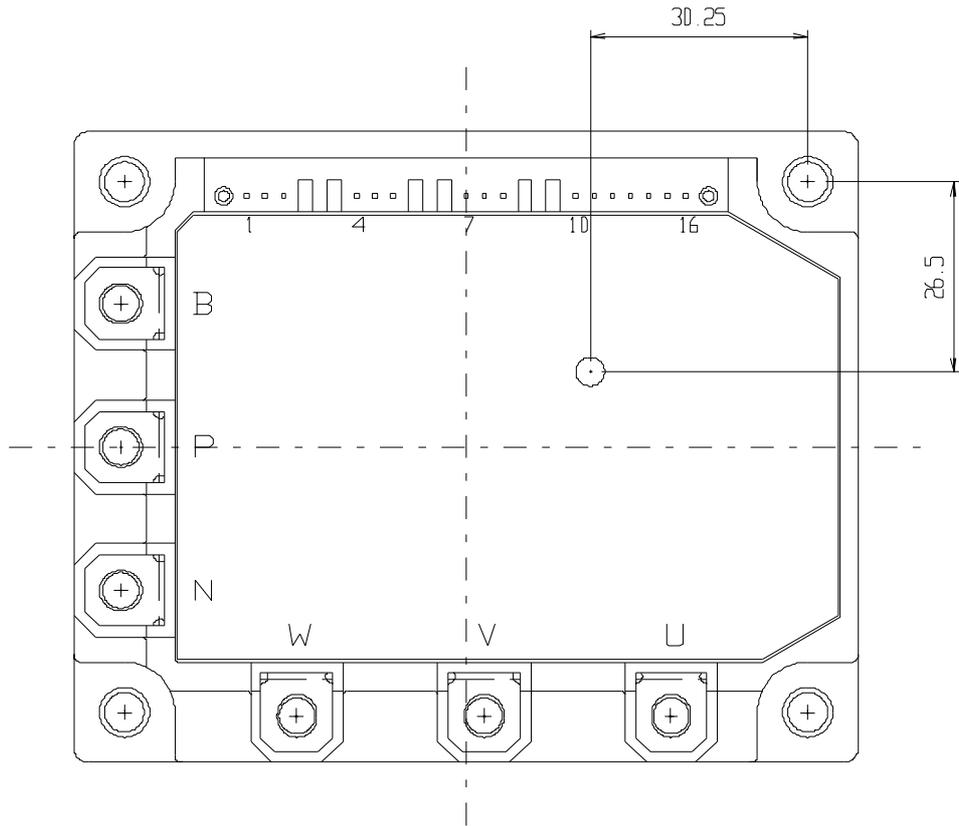
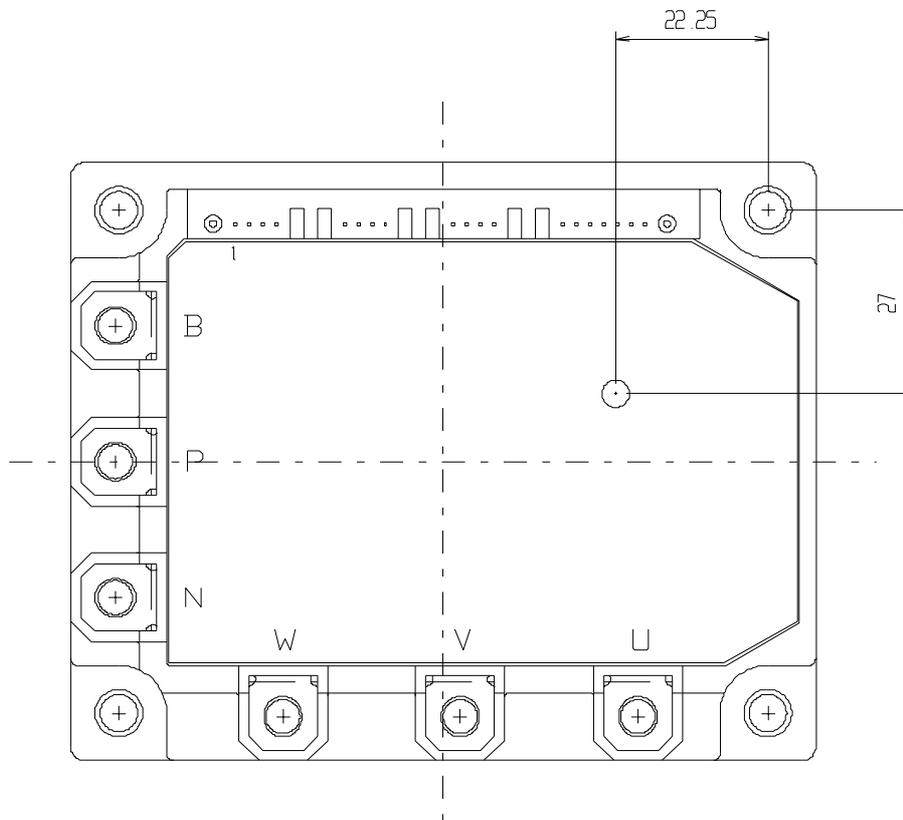

図 3-3 TcOH 検出位置 (P610)
図 3-6 TcOH 検出位置 (P621)
- ・  $T_{cOH}$  検出位置を図 3-3～図 3-6 に示します。